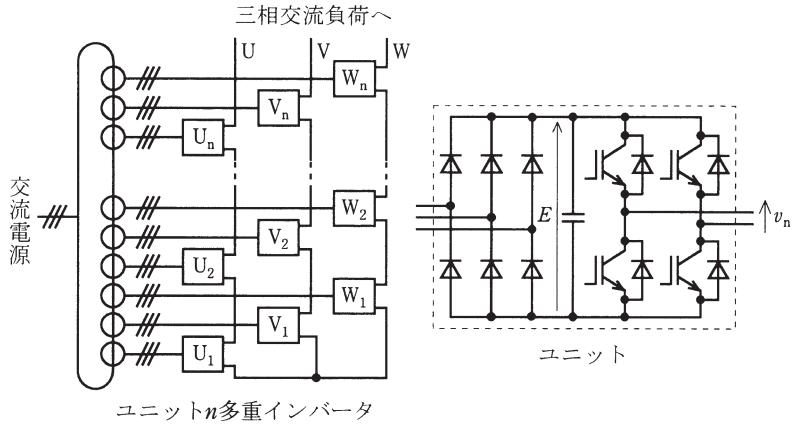

図 1
図 1 は、ユニット  $n$  多重インバータ及びその個々のユニットの主回路構成を示す。ユニットには  (1) が含まれ、ユニット  $n$  多重インバータの Y 結線三相出力の各相には  $n$  段のユニットが直列接続される。直列接続されたユニットの  (2) ために、入力側は変圧器の別巻線に接続している。また、ダイオードブリッジ整流器が出力する直流電圧はほぼ一定であるが、スイッチング回数が最少である  (3) 制御によって出力の交流電圧を制御することができる。